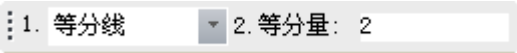

图 2-15 等分线立即菜单
- 【等分线】方式使用立即菜单进行交互操作，【等分线】功能的立即菜单如图 2-15 所示。